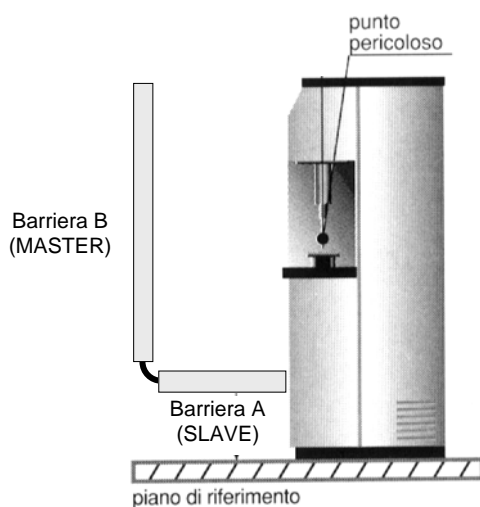

Figura 3
L'applicazione più comune è indicata nella figura seguente: la barriera orizzontale (A) è stata aggiunta per eliminare la possibilità che l'operatore rimanga tra la barriera verticale (B) e la macchina pericolosa all'accensione o alla ripartenza del sistema (Figura 3).